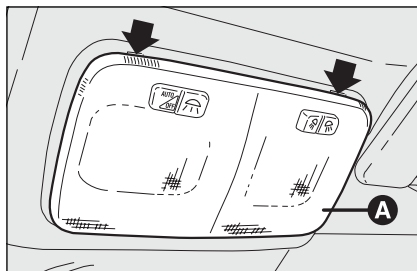
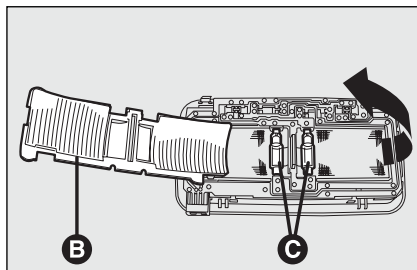

fig. 34
fig. 35
- verwijder het plafondlampje **A-fig. 34** op de door de pijlen aangegeven punten;
- open het beschermdeksel **B-fig. 35**;
- maak de lampen **C-fig. 35** los uit de veercontacten aan de zijkant en vervang ze; controleer of de nieuwe lampen goed vastzitten in de veercontacten;
- sluit het beschermdeksel **B-fig. 35** en plaats het plafondlampje **A-fig. 34** in de zitting; controleer of het goed geborgd is.